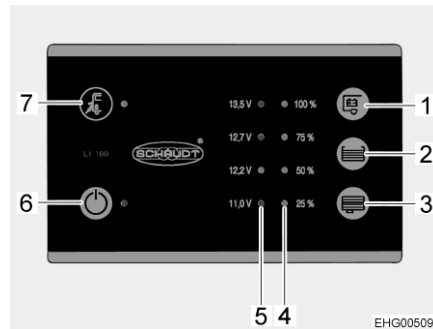

Bild 96 Panel (LT 100)
Netzanschluss Die gelbe LED beim Symbol Netzanschluss "⚡" (Bild 96,7) leuchtet, wenn das Fahrzeug an eine externe Netzversorgung angeschlossen ist. Die LED leuchtet dann auch bei ausgeschaltetem Panel.
Der 12-V-Hauptschalter (Bild 96,6) schaltet das Panel und die 12-V-Versorgung des Wohnraums ein und aus.
- Schalter "⏻" (Bild 96,6) drücken: Die 12-V-Versorgung des Wohnraums ist eingeschaltet. Die LED leuchtet grün.
- Schalter "⏻" (Bild 96,6) erneut drücken: Die 12-V-Versorgung des Wohnraums ist ausgeschaltet. Die LED erlischt.
Die LED-Skala (Bild 96,5) zeigt die Batteriespannung der Wohnraumbatterie wie folgt an:
- Taste "E" (Bild 96,1) drücken: Die Batteriespannung der Wohnraumbatterie wird angezeigt.
Die LED-Skala (Bild 96,4) zeigt den Füllstand des Frischwassertanks oder des Abwassertanks an.
Taste "☰" (Bild 96,2) drücken: Der Füllstand des Frischwassertanks wird durch leuchtende LEDs angezeigt.
Taste "☷" (Bild 96,3) drücken: Der Füllstand des Abwassertanks wird durch leuchtende LEDs angezeigt.